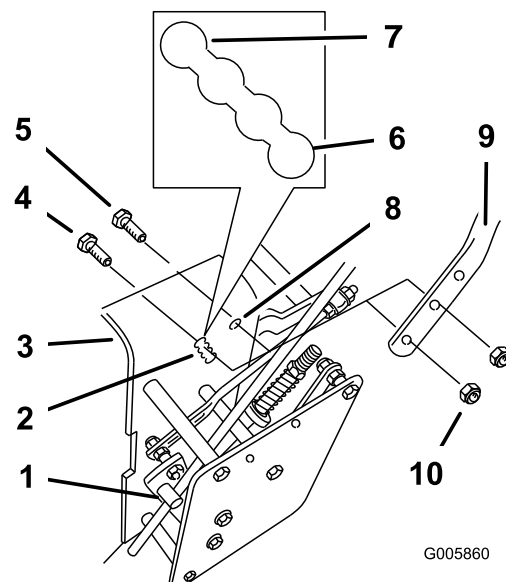

Figure 18
5. Desserrez les boulons à embase supérieurs ((3/8 x 1-1/4 inches)) et l'écrou à embase de fixation du guidon au bâti arrière (Figure 18)
6. Retirez les boulons à embase supérieurs ((3/8 x 1 inch)) et les écrous à embase de fixation du guidon au bâti arrière (Figure 18)